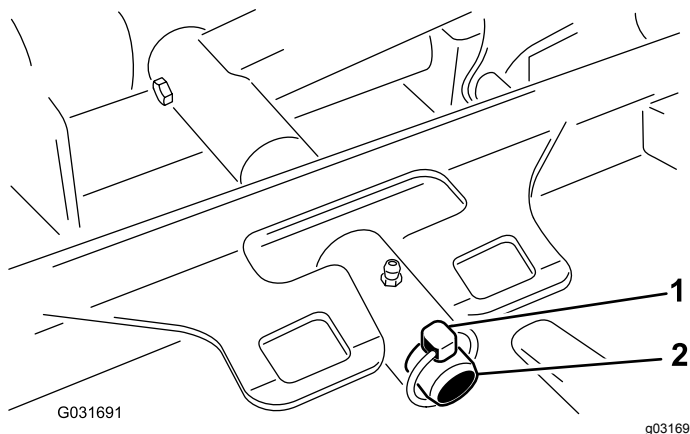

Figura 79
3. Retire el pasador de seguridad que sujeta el bastidor de tiro de la carcasa a la barra de giro del brazo de elevación (Figura 79).
3. Desplace el bastidor de tiro de la carcasa sobre la barra de giro del brazo de elevación y fíjelo con el pasador de seguridad (Figura 79).